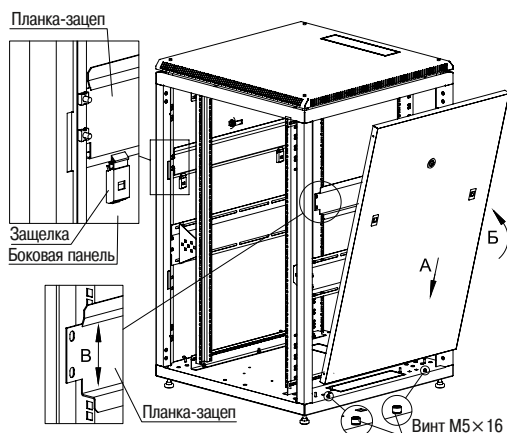

Рисунок 9 – Установка боковой панели в шкаф
3.2.2 Для установки панели в шкаф состыкуйте посадочные круглые отверстия на нижней части панели с винтами М6×15 на основании (действие А), защелкните панель, одновременно нажав на замки-защёлки (действие Б), переведите язычок замка в положение «закрыто» (рисунок 9).